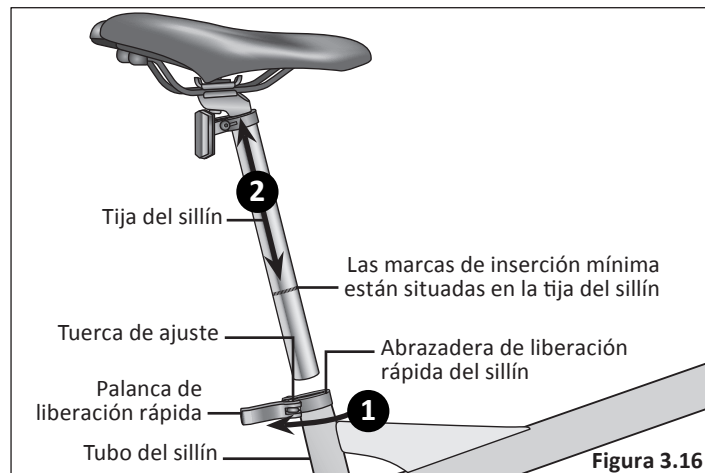

Figura 3.16
- 1 Accione la palanca de liberación rápida e inserte la tija del sillín en el tubo del sillín. **Figura 3.16**